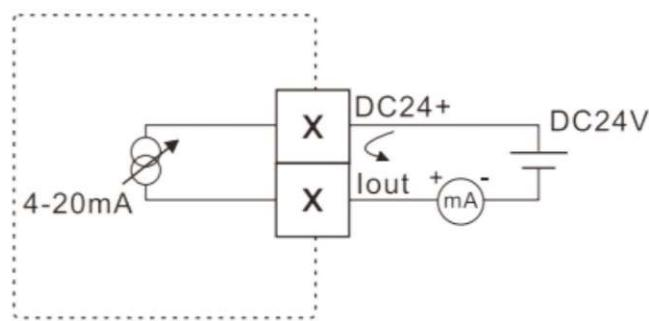

图3.15 两线制4-20mA电流输出接线图
(1) 两线制4-20mA电流输出功能接线说明（见图3.15）